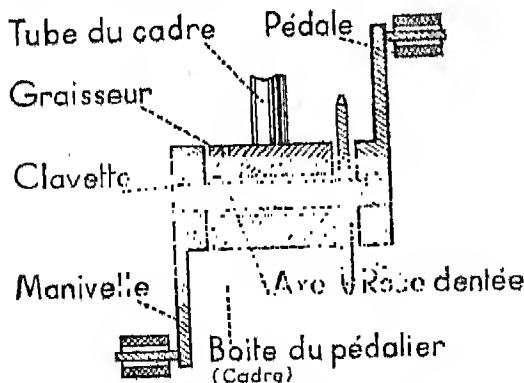

Fig. 5. — Pédalier de bicyclette (coupe).
a) Le *pédalier* comprend un axe parfaitement ajusté dans la boîte cylindrique creuse qui fait partie du cadre (fig. 5).